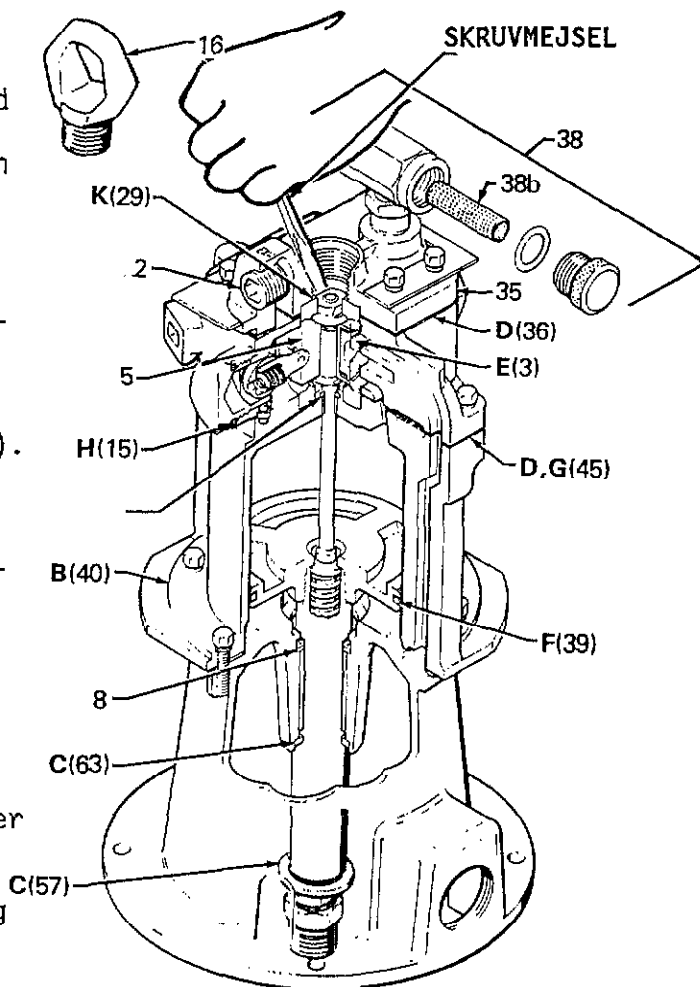

Fig 8-1
För att få igång en motor som stannat, så skall lyftögeln skruvas ut ur luftfördelaren (35) och använd en skruvmejsel för att trycka ned luftventilhylsan (5), se fig 8-1.
Vid lokalisering av var luften läcker skall lufttillförseln stängas av och luftslangen tas bort. Skruva bort kopplingen för luftintaget (38) från luftfördelargaveln (35). Ta bort luftmotor-kåpan och skruva sedan tillbaka kopplingen (38) i gaveln (35). Se fig 8-1. Återanslut luftslangen och släpp på luften igen. Stanna pumpen i både uppåtgående och nedåtgående slag som anvisas i FELSÖKNINGSSCHEMAT nedan och justera tryckluftregulatorn till endast 0,7-1 bar tryck. Följ sedan FELSÖKNINGSSCHEMAT och den metod som föreskrives för att lokalisera var luften läcker.
## FELSÖKNINGSSCHEMA (se fig 8-1)